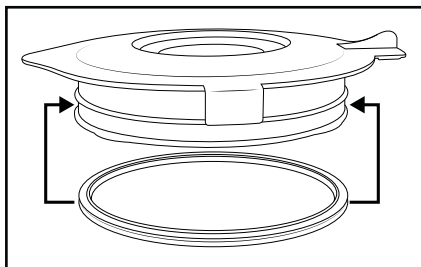

Fig. 3
- Rengør kun blenderkanden ③ med en opvaskebørste med langt skaft, så du ikke kommer til skade på kniven ④.
- Rengør påfyldningslåget ① og låget ② i en mild sæbeblanding. Ved rengøring med hånden kan du fjerne gummipakningen ⑨. Sørg for, at gummipakningen ⑨ sidder rigtigt, før du bruger låget ② igen (fig. 3).